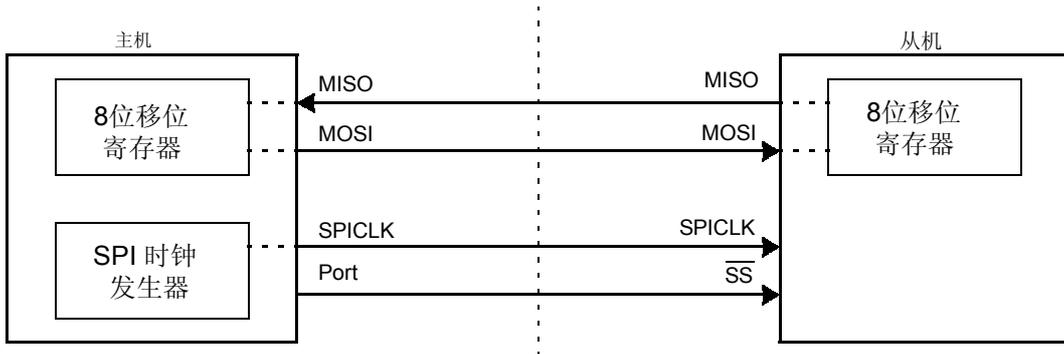

图7 SPI单主机单从机配置
- 89LPC913 不含从机选择管脚 \overline{SS} 。SPI 接口设置成主模式，运用一个 I/O 口来实现 \overline{SS} 的功能。典型连接如图 7~8 所示。